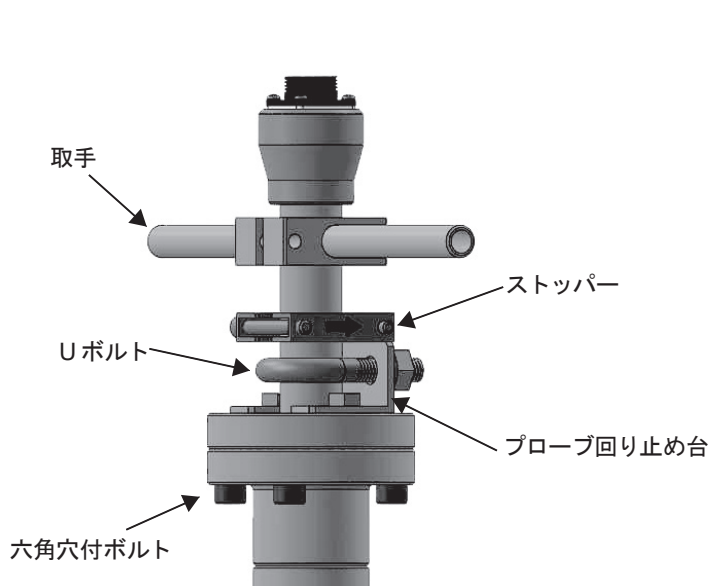

図3
- 5) 取手を掴みストッパーがプローブ回り止め台に当たるまでリードパイプを押し込みます。(図3)
6) 向きを整えUボルト、六角穴付きボルトを締めます。(図3)